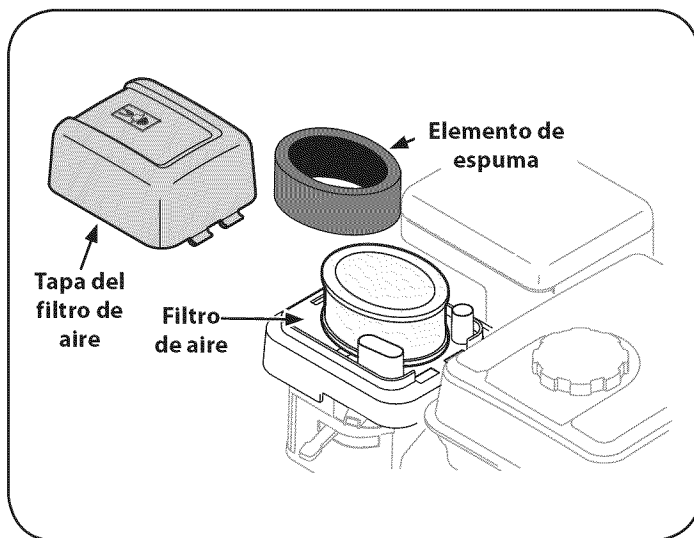

Figura 19
6. Oprima la pestaña de la tapa del filtro de aire, levante la tapa y retire el filtro. Vea la Figura 19.